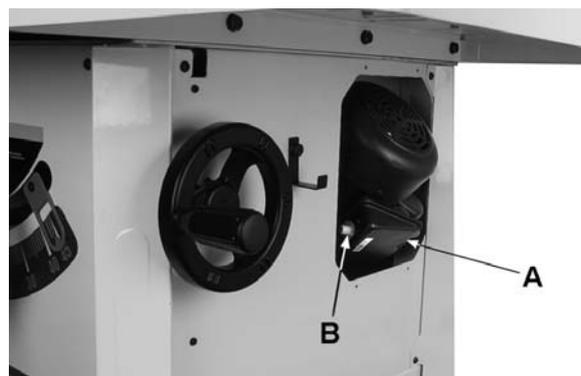
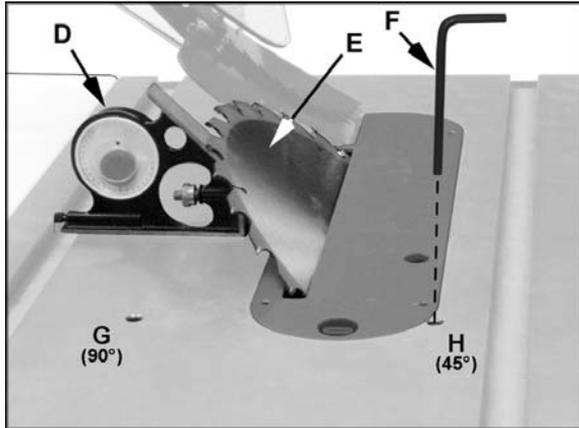

Рис. 20
Рис. 24
Для подключения силовых проводов для работы на 230В, следуйте электрической схеме на внутренней стороне крышки распределительной коробки двигателя. Чтобы получить доступ к распределительной коробке (А, рис. 20), наклоните пильный диск на 45° и снимите крышку с передней стороны.
Если циркулярная пила перегружена - двигатель выключается, нажмите кнопку сброса на распределительной коробке двигателя (В, рис. 20) для повторного запуска. Если перегрузка происходит слишком часто, смотрите раздел "Поиск неисправностей" в этой инструкции.
9. Поместите угольник (D, рис. 24) на столе и приложите, чтобы видеть, что пильный диск (E, рис. 20) под углом 45° к столу. Удостоверьтесь, что угольник не касается зуба пильного диска.
10. Точность 45° регулируют винтом (поворот против часовой стрелки) один или два оборота 4-миллиметровым шестигранным ключом (F, рис. 24).
ПРИМЕЧАНИЕ: Вам также может понадобиться проверить положение упорного буртика (K, рис. 24а), получив к нему доступ через открытую переднюю сторону корпуса. При необходимости регулировки, ослабьте установочные винты и установите упорный буртик в нужное положение. Затяните установочные винты.
Рис. 24а